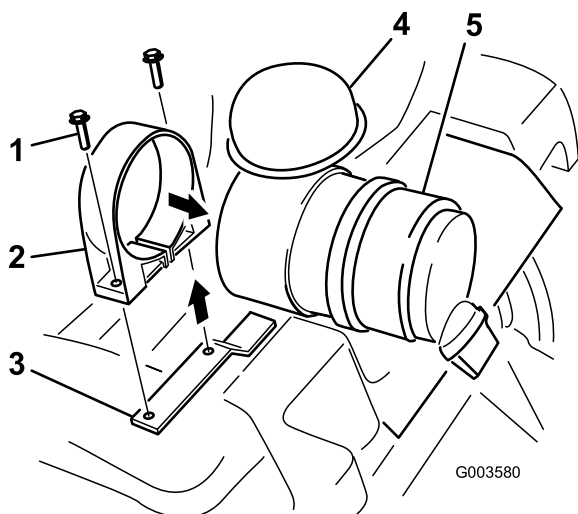

Figura 2
6. Abra la brida del limpiador de aire y pásela por encima del extremo del cartucho, donde se retiró el filtro (Figura 2).